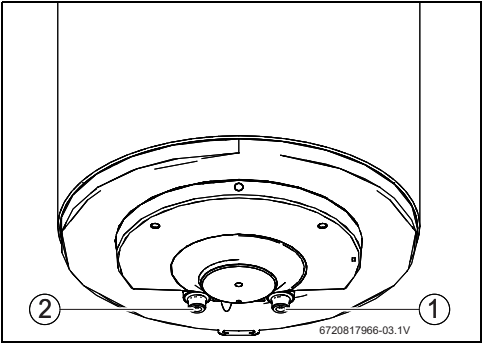

Fig. 9
► Para evitar confusiones, identifique convenientemente las conducciones de agua fría y de agua caliente (Fig. 9).